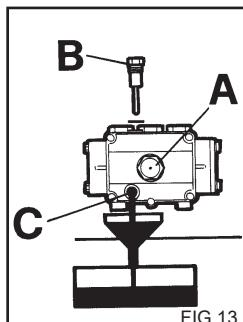

FIG.13
2) Irrota korkki mittatikulla (fig. 13).